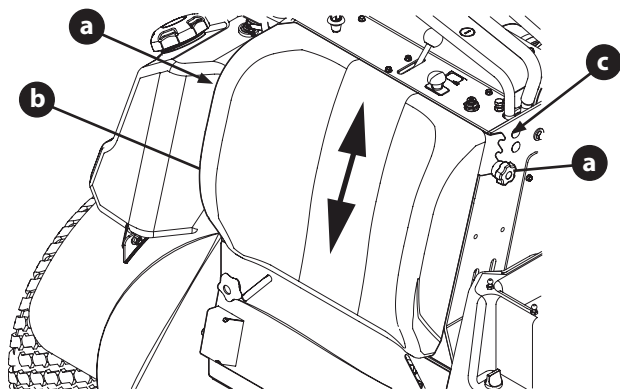

Fig. 6
1. Afloje las dos perillas en estrella (a) que fijan el protector de piernas (b) a la cortadora de césped (Fig. 6 a la página 43).
3. Vuelva a colocar el protector de piernas en una de tres posiciones de altura (Fig. 6 a la página 43).